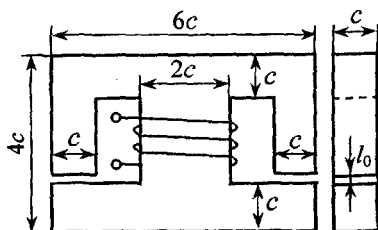

Рис. 1.23
**Задача 1.20.** Магнитный поток в воздушных зазорах магнитной цепи, изображенной на рис. 1.23,  $\Phi = 0,48 \cdot 10^{-3}$  Вб. Размеры:  $c = 2$  см,  $l_0 = 1$  мм.